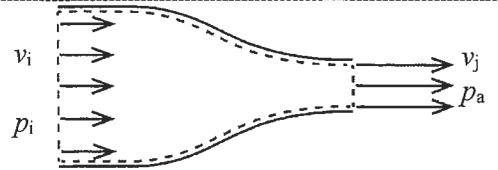
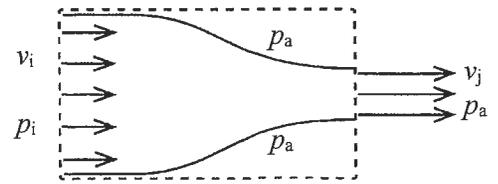

図1
図2
- 1) 図1, 2に示すような大気圧下(圧力: p_a)に水平におかれた先細ノズル(converging nozzle)を流れる密度 ρ の流体を考える。ノズル入口断面での流速(flow velocity)を v_i 、圧力(pressure)を p_i 、断面積(cross-sectional area)を S_i とする。また、ノズル出口断面での噴流(jet)の流速を v_j ($v_j > v_i$)、断面積を S_j ($S_j < S_i$)とし、ノズルの出口での噴流の圧力は大気圧 p_a に等しいとする。ここでノズル内での流れの損失は無視することができる。このとき、以下の問いに答えよ。
- i) 図1のように、ノズル内に破線で示されるような検査体積を設置して考える。このとき、ノズルの出入口の断面間で連続の式を考えることで、 v_i と v_j の関係式を導出せよ。
- iii) 図1の検査体積を考えたとき、ノズルに働く力を求めよ。ただしノズルを流れる体積流量(volumetric flow rate)を Q としてよい。
- iv) 図2のようにノズルの外側を囲む破線で示されるような一定の断面積 S_i の検査体積を考えたとき、ノズルに働く力の大きさと向きを答えよ。また図1, 2で考慮する検査体積をかえたことでノズルに働く力に違いが生じる理由を述べよ。